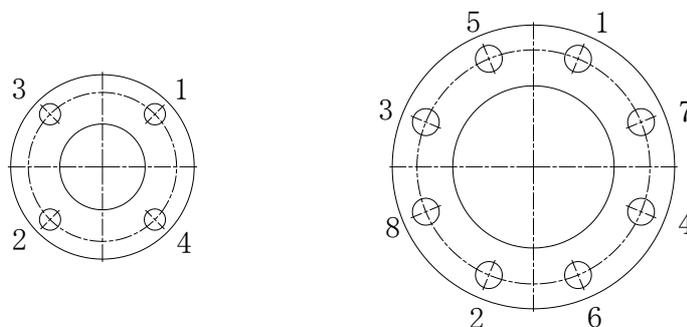

図3. 締め付け順序
- ② 4(8)本のボルトを手締めした後、図3の順序でスパナを用いて順次軽く締める。
- ③ 軽く締めた後、同順序で順次締めつける。